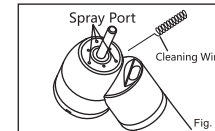

Fig. 8
- 1) Fjern snavs og snavs fra hullerne i rengøringshovedet med rengøringstråden og børsten (fig.8).